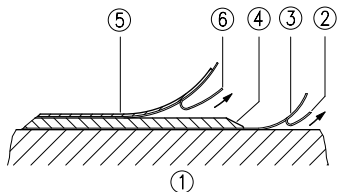

Abb. 1: Montage Magnetband
**Montageschritte** (Abb. 1)
- Befestigungsfläche (1) sorgfältig reinigen.
- Am Magnetband die Schutzfolie (2) des Klebebandes (3) entfernen.
- Magnetband (4) aufkleben.
- Am Abdeckband (5) die Schutzfolie (6) des Klebebandes entfernen.